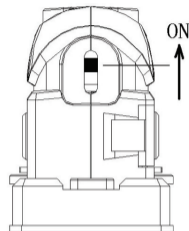

Fig. 5
4. Включите лазер (не смотрите на лазерный луч, рис.5)